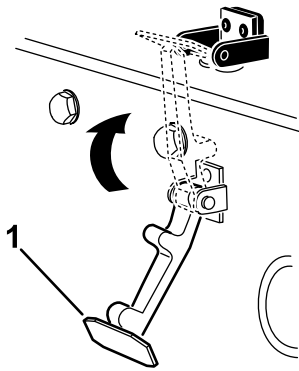

Figure 25
7. Accrochez le loquet du capot sur son support (Figure 25).